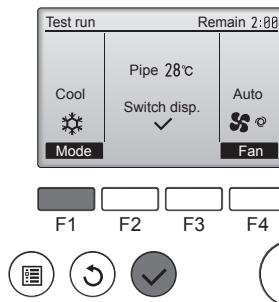

Fig. 7-3
- 1 Для изменения режима работы нажмите кнопку [F1]. (Fig. 7-3)